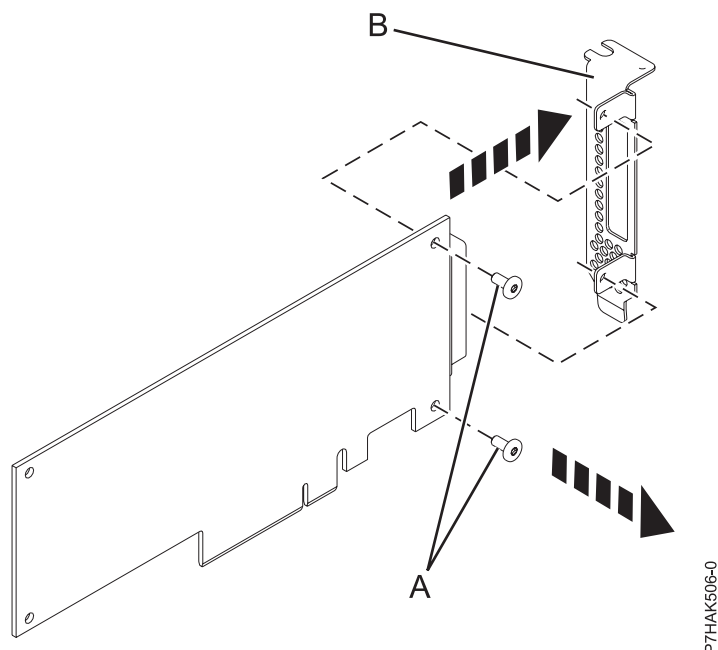

Figure 31. Retrait de la contre-poupée extra-plate d'une carte PCI défectueuse
4. A l'aide d'un tournevis cruciforme, dévissez les deux vis (A) qui maintiennent la contre-poupée (B) sur la carte PCI défectueuse, comme illustré à la figure 31.